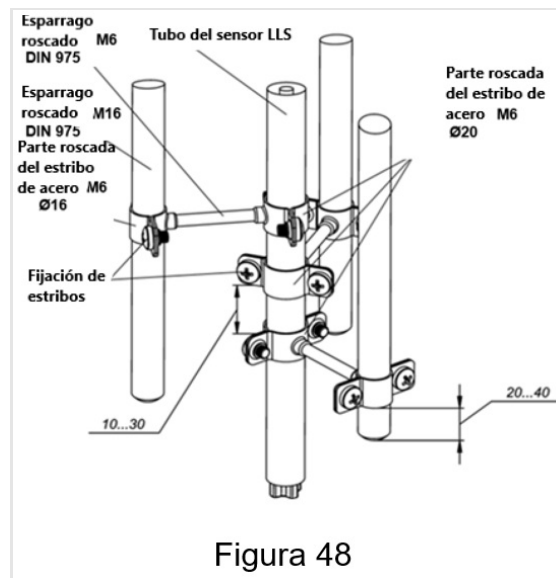

Figura 48
9. Coloque los collares de acero como se muestra en la Figura (Figura 48).